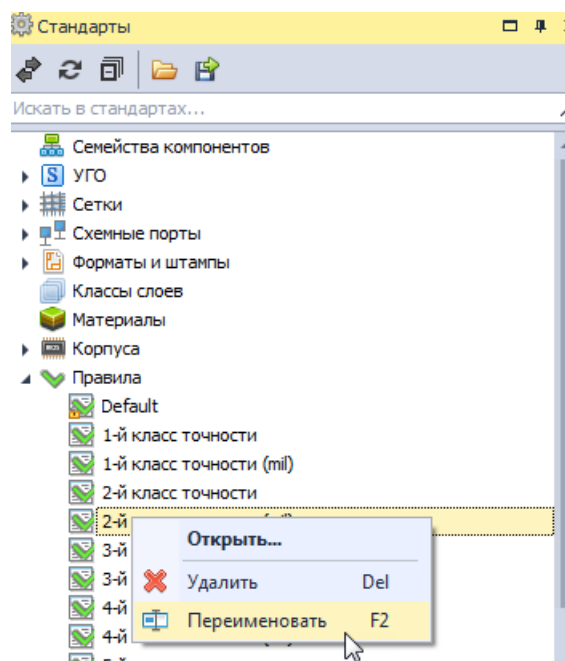

Рис. 99 Переименование шаблона правил
- Вызовите контекстное меню и выберите пункт «Переименовать», Рис. 99. Для данного действия также задана горячая клавиша F2.